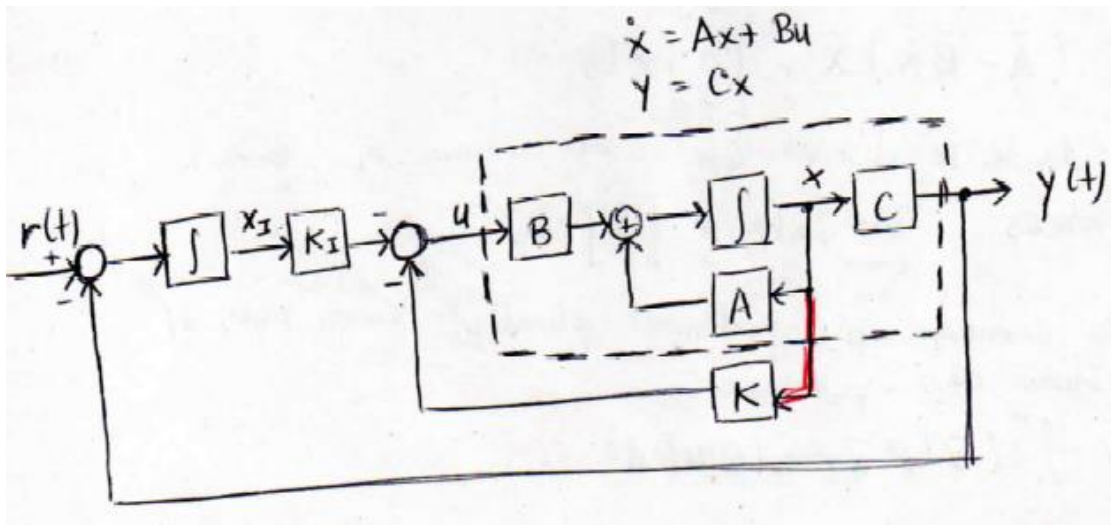

Figura 1. Sistema con rastreo de referencias mediante control integral (Zea, 2019).
Nota importante: La imagen de la Figura 1 fue tomada de las notas de clase del 2019 de Miguel Zea. K es la K_1 y K_I es la K_2 del documento “IE3041 - Lecture 9 slides.pdf” del 2023. El diagrama mostrado en esta figura corresponde a sistemas LTI, y tiene algunas pequeñas diferencias respecto al diagrama mostrado en las notas del 2023 (el cual es el caso general para sistemas no necesariamente LTI). Se usa esta imagen porque es más fácil de relacionar con lo que hemos hecho en laboratorios anteriores.
1. En Simulink, construyan el sistema ilustrado en la Figura 1 usando bloques (usen un bloque de espacio de estados para la planta, como lo ha hecho en prácticas anteriores). En esta parte no usarán observador, por lo que el vector x con las variables de estado deberá sacarse directamente del bloque de la planta. **Incluyan en el reporte una captura de imagen del diagrama de Simulink.**
1. En Simulink, construyan el sistema ilustrado en la Figura 1 usando bloques, pero ahora deberán usar un bloque observador para obtener el vector \mathbf{x} con las variables de estado (como en el laboratorio 7). **Incluyan en el reporte una captura de imagen del diagrama.**